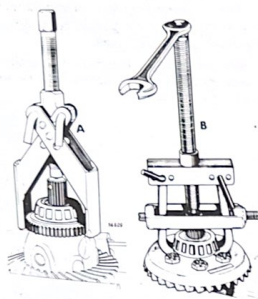

Fig. 3.25. A: Extrayendo el piñón de mando del velocímetro y el rodamiento.
Se desarma quitando las juntas tóricas de los planetarios. Mediante un extractor sacando (fig. 3.25) el rodamiento y el engrane de la toma del velocímetro (A). El rodamiento del lado de la corona se saca mediante un extractor de garras (B).